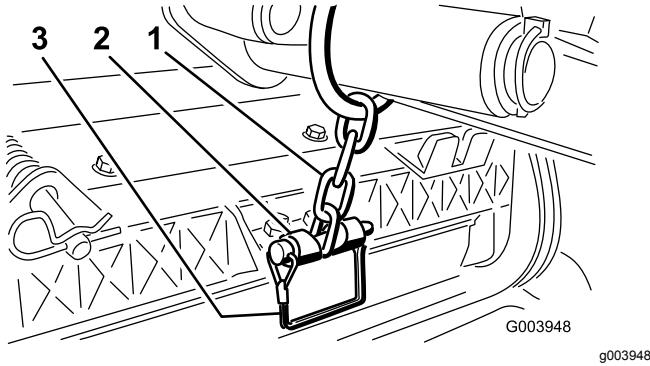

Figure 12
12. Fixez la chaîne du bras de levage au support de la chaîne avec la goupille à ferroir (Figure 12).